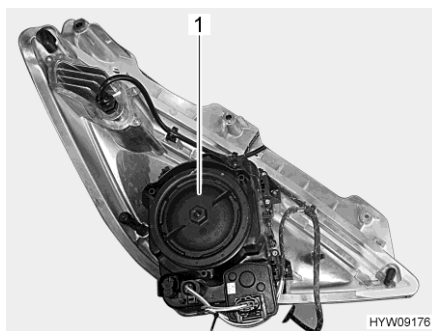

Fig. 219 Phare avant (côté arrière)
- Tourner le couvercle du boîtier (Fig. 219,1) dans le sens inverse des aiguilles d'une montre et le retirer.
- Poser le couvercle du boîtier (Fig. 219,1) et bien le visser dans le sens des aiguilles d'une montre.